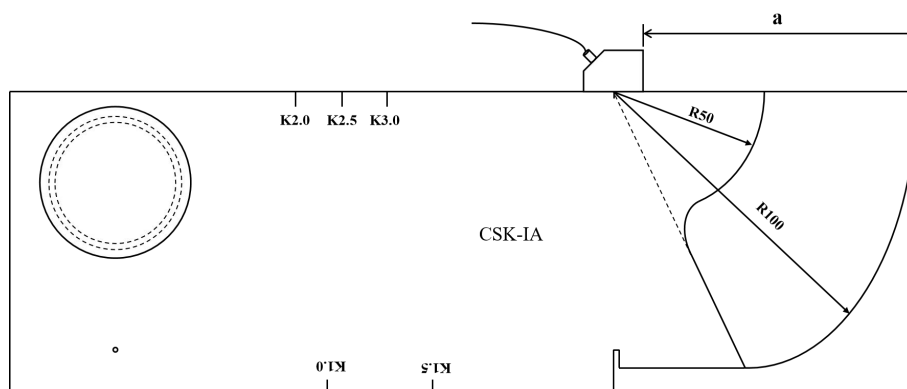

图 4.2 斜探头校准时探头放置区域
③点击【取消】，输入的数值不被保存，仪器退出自动调校；点击【下一步】，仪器自动保存设置，仪器自动开启闸门并移动闸门，使闸门分别移至开始距离和结束距离附近，常用功能界面中会弹出“功能状态栏”。
④将斜探头放置于 CSK—IA 试块表面的 R100 弧面圆心处（如图 4.2 所示），首先沿着半径方向（即平行纸面方向）微调探头位置，使闸门 B 锁住 R100 弧面最高回波；然后沿着 R50 弧面方向（即垂直纸面方向）微调探头，使闸门 A 锁住 R50 弧面最高回波，为获得较稳定的回波，按住并保持不动，直至自动调校完成。